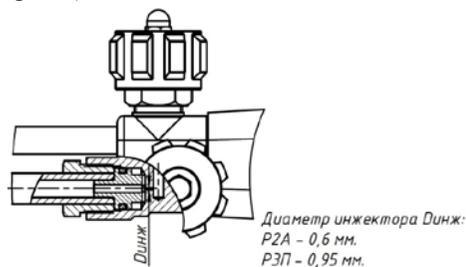

Рис.4 – Резаки серии **LATION**: P2A-02, P3П-02(У)
- для резаков серии **LATION**: P2A-02, P3П-02(У) отсоединить наконечник от рукоятки и прочистить инжектор (см. рис.4)